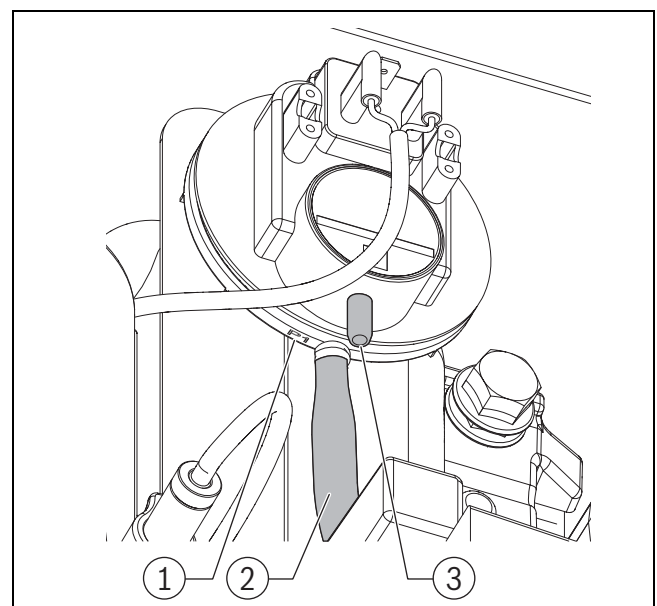

Bild 69 Detailansicht ADS-Druckschalter
- [5] Detail Anschluss Messleitungen (→ Bild 69)